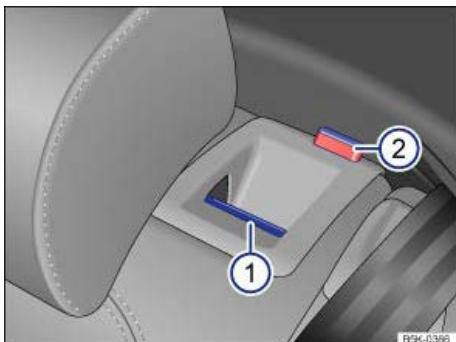

Abb. 73 In der Rücksitzlehne: Entriegelungstaste (1); rote Markierung (2).
- Entriegelungstaste ⇒ Abb. 73 (1) nach vorn ziehen. Der entriegelte Teil der Rücksitzlehne klappt selbsttätig nach vorn.
- Der jeweilige Lehnenteil der Rücksitzlehne ist entriegelt, wenn die rote Markierung ⇒ Abb. 73 (2) zu sehen ist.
Die Rücksitzlehne ist entriegelt, wenn die rote Markierung ⇒ Abb. 73 (2) zu sehen ist.
- Die rote Markierung => *Abb. 73* (2) darf nicht mehr sichtbar sein.
- Eine rote Markierung => *Abb. 73* (2) signalisiert eine nicht eingerastete Rücksitzlehne. Immer prüfen, dass die rote Markierung niemals sichtbar ist, wenn sich die Rücksitzlehne in der aufrechten Position befindet.